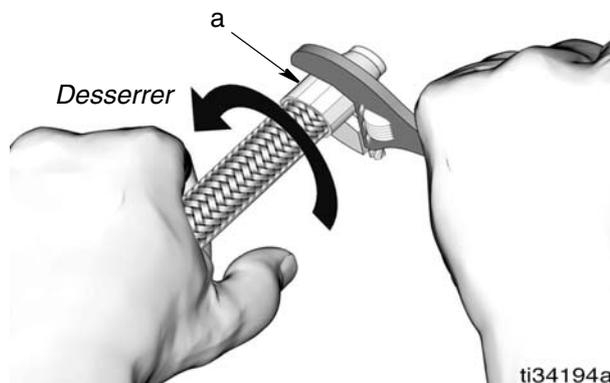

FIG. 59
5. Utiliser une clé pour terminer le serrage de l'emboîture (a) jusqu'au fond. Puis desserrer de 1/4 à 1/2 tour (FIG. 59).